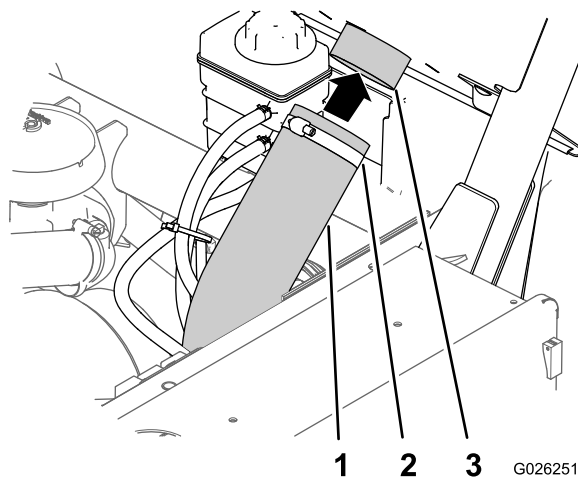

Figura 7
- Allineate il flessibile della presa d'aria CVT sul connettore del tubo della presa d'aria nella parte posteriore del pannello del ROPS e serrate la fascetta stringitubo (Figura 7).